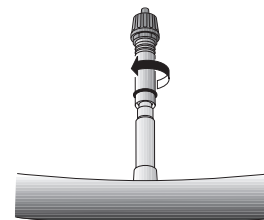

Fig. 4
- Avvitare solo un paio di giri la prolunga sulla valvola (Fig. 4).
- Screw the adapter onto the valve for two turns only (Fig. 4).
- Die Ventilverlängerung nur leicht anziehen (Abb. 4).
- Vissez de deux tours seulement le raccord sur la valve (Fig. 4).
- Enroscar dos giros el prolongador en la válvula (Fig. 4).
- Draai de adapter op het ventiel door middel van twee draaibewegingen (Fig. 4).